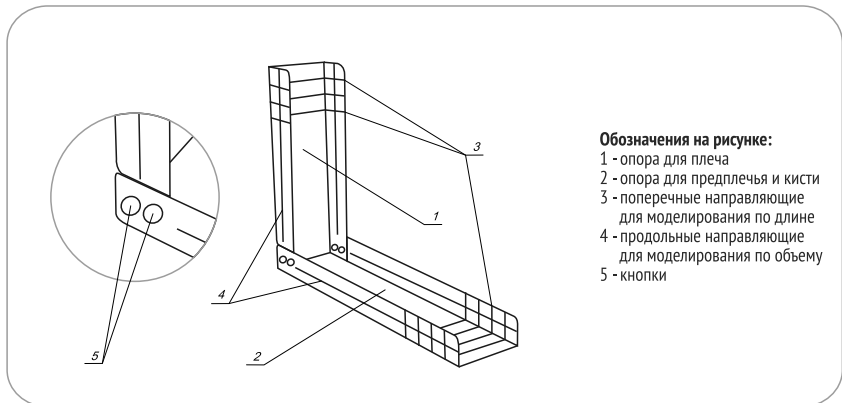

Рис. 1 Шина для верхней конечности
Шины для иммобилизации конечностей представляют собой пластины специальной формы из влаготойкого трехслойного гофрированного картона с поперечными (3) и продольными (4) направляющими в виде биговки для моделирования изделия по длине и объему конечности. Устройство шин представлено на рис. 1 и 2.